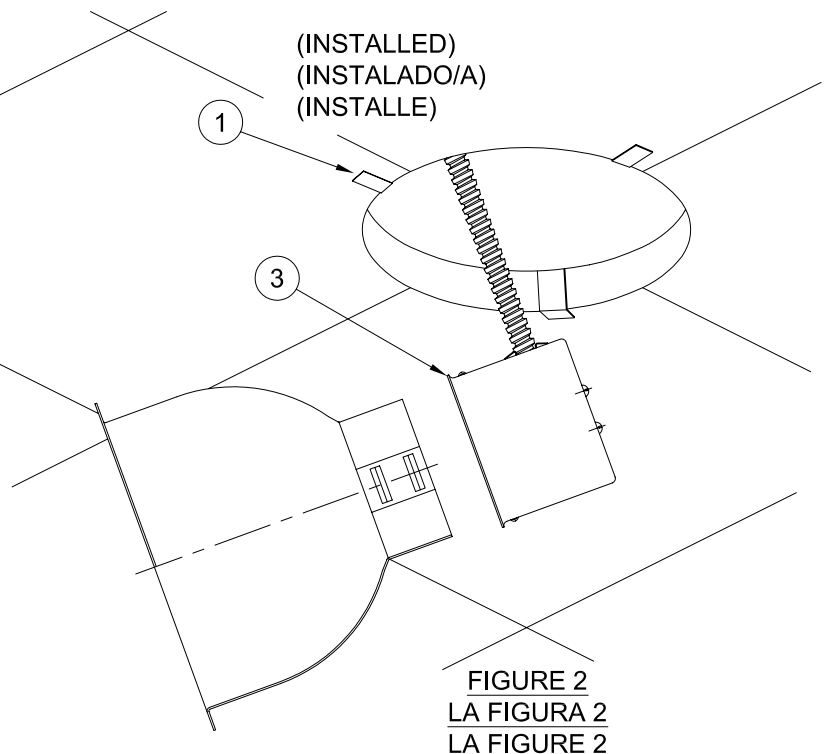

FIGURE 2
- 3.) Slip Reflector (4) through hole in Plaster Frame (2) until flange meets ceiling. Frame Clips (5) will hold Reflector Trim (4) in place. (See Figure 2)
LA FIGURE 2
- 3.) Faites glisser le réflecteur (4) à travers le trou au cadre en plâtre (2) de sorte que le bord touche le plafond. Les pinces à cadre (5) maintiendront la garniture du réflecteur (4) en place. (Voir la Figure 2).